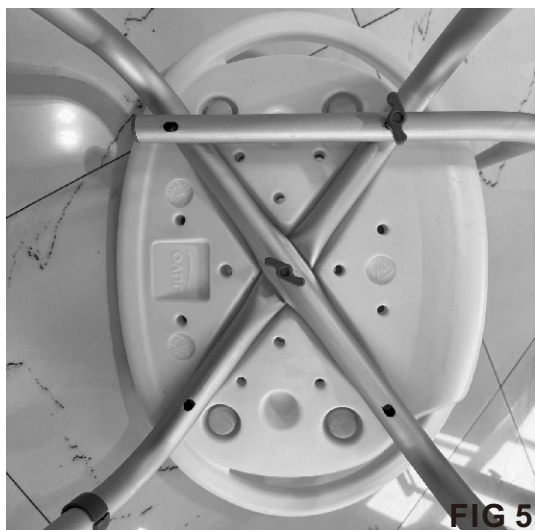

FIG 5
- Fixați bara de sprijin pentru spătar și suportul pentru picioare în formă de U la partea inferioară a scaunului cu două șuruburi fluture cu șaibe lungi. (Consultați FIG. 5). Nu strângeți excesiv.